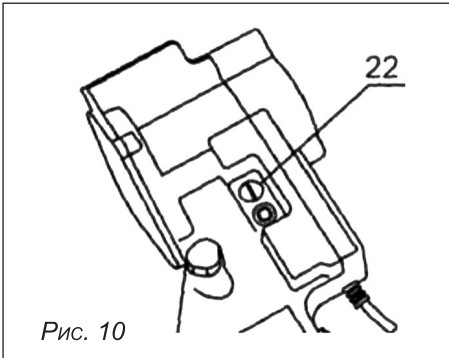

Рис. 10
- Подключите шнур питания к сети и нажатием зелёной кнопки 22 (рис. 10) включите станок.